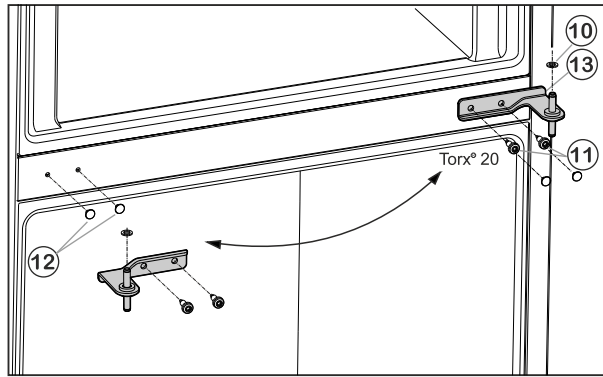

Fig. 6
- ▶ Внимателно издърпайте капачицата Fig. 6 (12) и отново ги поставете на срещуположната страна.